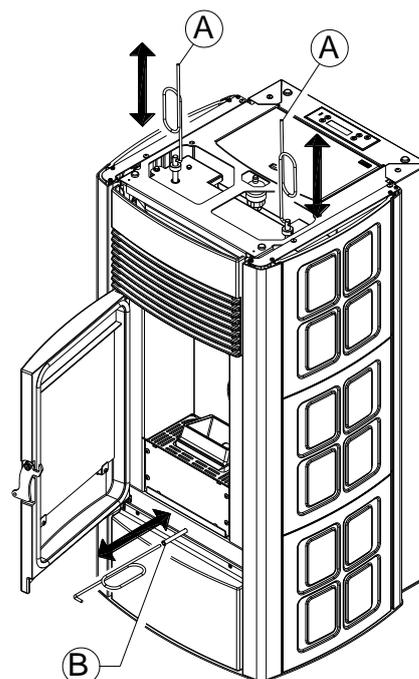
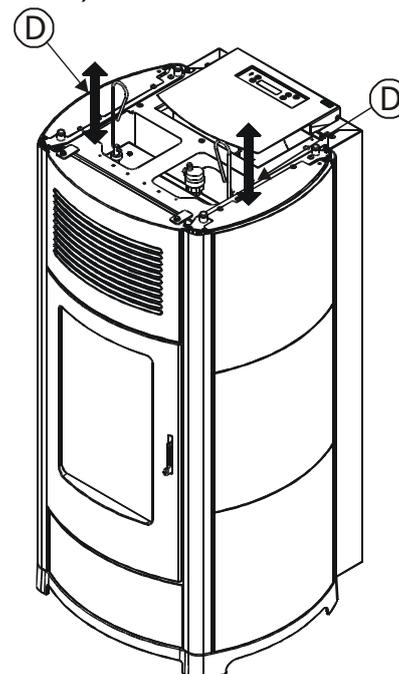

Figura 15 – Pulizia fascio tubiero interno mediante raschiatori (EGO-STAR)
Figura 15A – Pulizia fascio tubiero interno mediante raschiatori (SUITE-CLUB-MUSA)
- **Pulire il fascio tubiero** – Utilizzando la mano fredda in dotazione scuotere energicamente per 5-6 volte le aste poste sotto il top (**A** in figura 15 e **D** in figura 15A). Tale operazione rimuove la fuliggine che si è depositata sui condotti fumi dello scambiatore durante il normale funzionamento della stufa.
Stufe EGO-STAR (Figura 15)
– Aprire la porta, avvitare la mano fredda all'asta del raschiatore **B** (**B** in figura 15), scuoterla energicamente per 5-6 volte in tutta la sua lunghezza. Svitare la mano fredda e reinserire l'asta **B** completamente nella sua sede. Così facendo si aiuta il ventilatore ad espellere eventuali accumuli di fuliggine caduta durante la pulizia precedente del fascio tubiero (Dopo lo scuotimento delle aste "A" si deve sempre agire sul raschiatore "B").
Stufe SUITE-CLUB-MUSA (Figura 15A)